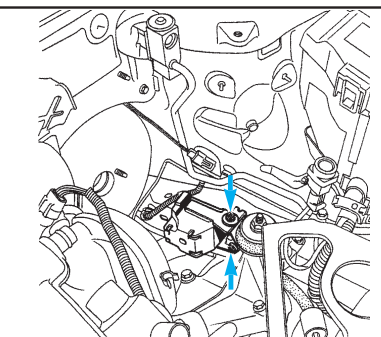

fig. Fr. 15
• la masse acoustique sur longeron gauche (2 écrous), ceci permettra de faciliter la dépose du servofrein (fig. Fr. 15).